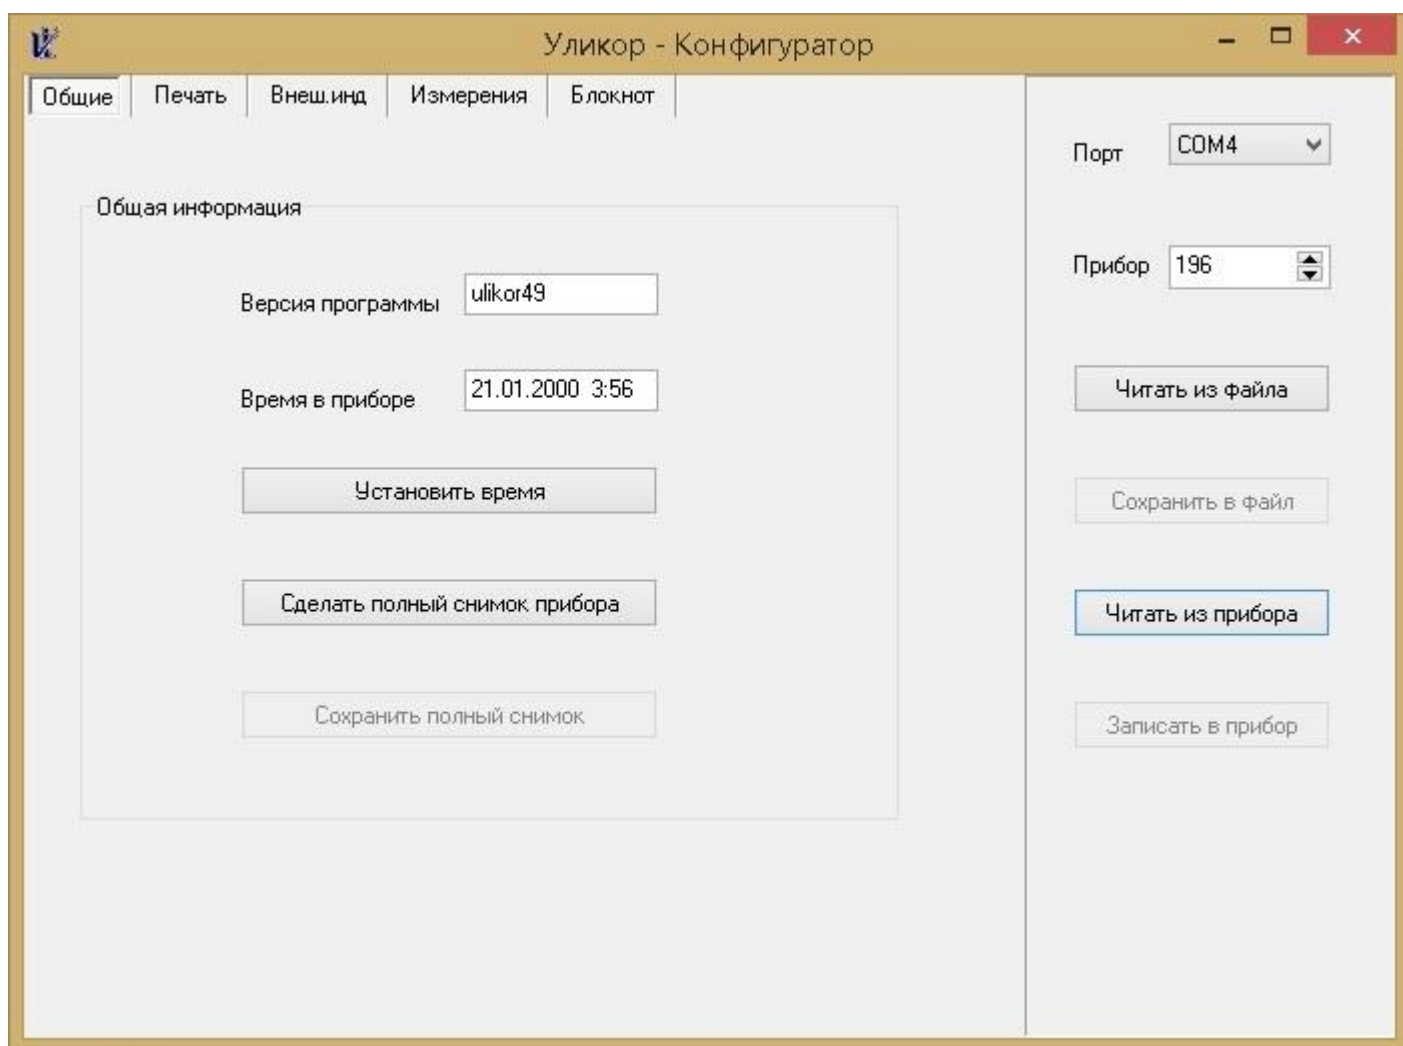

Рисунок 2.14
- активировать опцию «Читать из прибора» после этого зафиксировать версию ПО индицируемую в соответствующем диалоговом окне программы (рисунок 2.14).